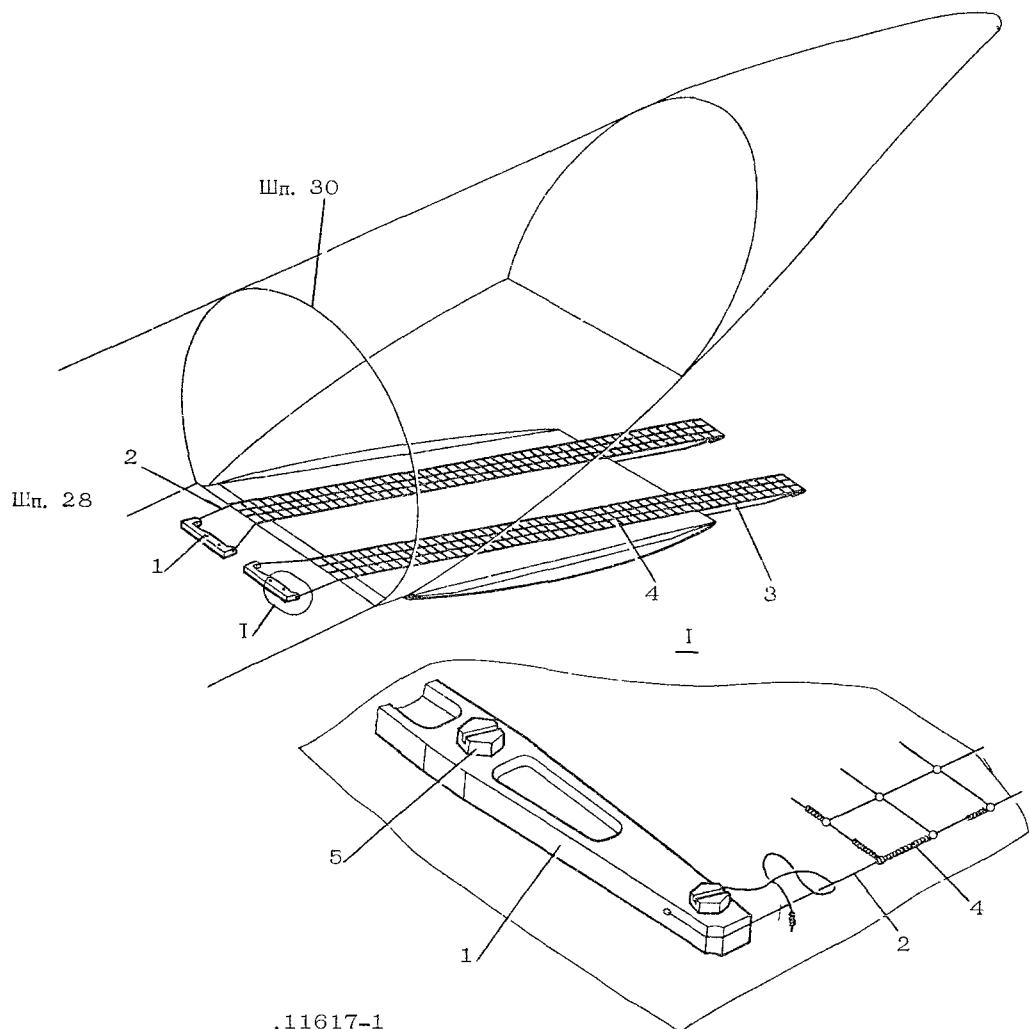

РИС. I2. СХЕМА УСТАНОВКИ ВЕРЕВОЧНЫХ НАСТИЛОВ:
- установите веревочные настилы (рис. I2) на рампу грузового люка: